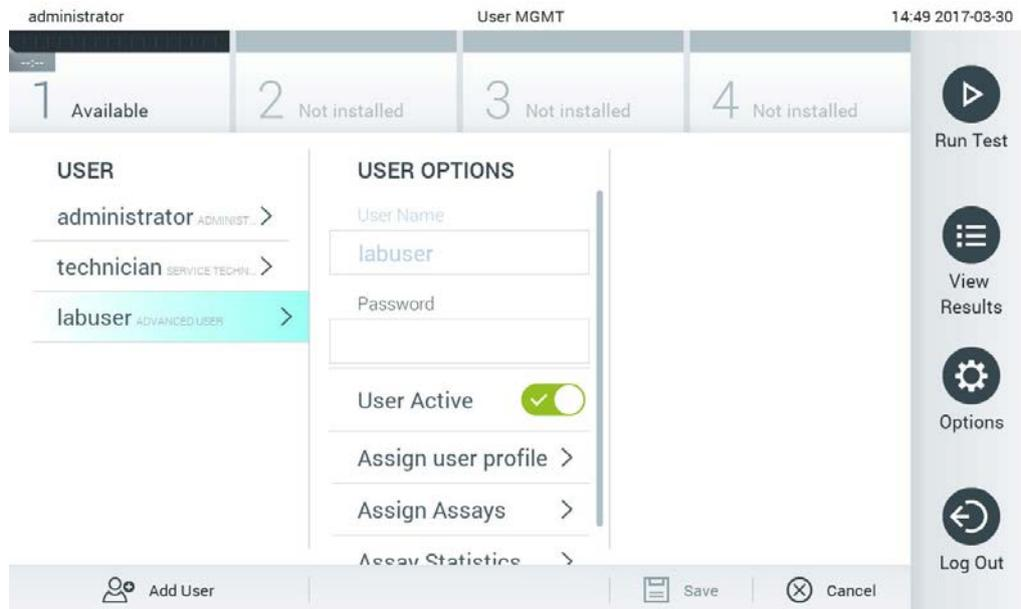

Figura 53. Selección y administración de usuarios.
2. Seleccione el usuario que desea administrar en la lista de la columna izquierda de la zona de contenido (figura 53).